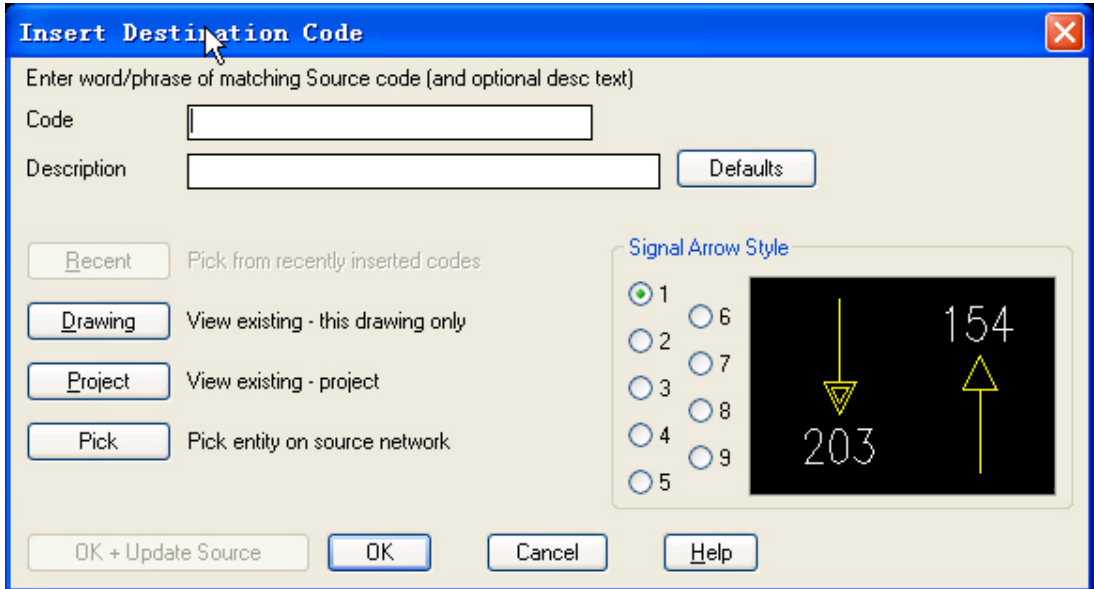

图 2-10
14、加入目标信号块，与第 1 张图上的源信号链接。单击线号工具条上的  按钮不放，在其飞出工具条中选第 2 个  按钮，再在要插入目标信号的导线端上单击（阶梯导线上上方横档线的左侧），弹出一个插入目标信号的对话框如图 2-10。这个对话框上有“最近”，“图形”，“项目”，“拾取”等 4 个按钮表示可用 4 种方式来找源信号。